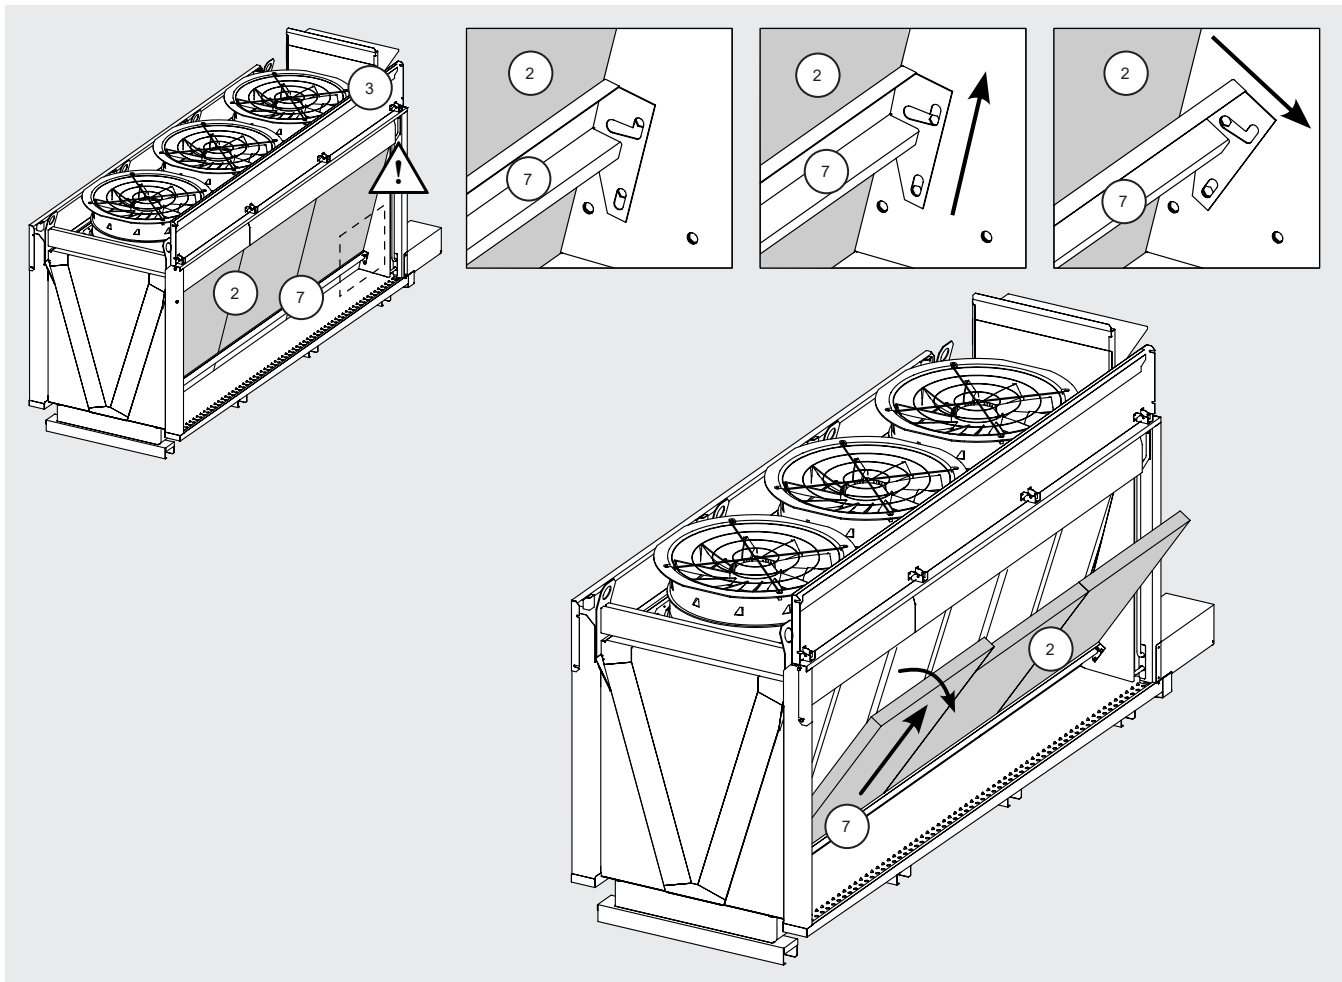

Abbildung 21
- 12.9.16 Ziehen Sie die Querstange (7) nach oben und dann nach außen, so dass sie sich dreht. Achtung: Dadurch wird die Kartonplatte (2) gekippt. Siehe Abbildung 21.